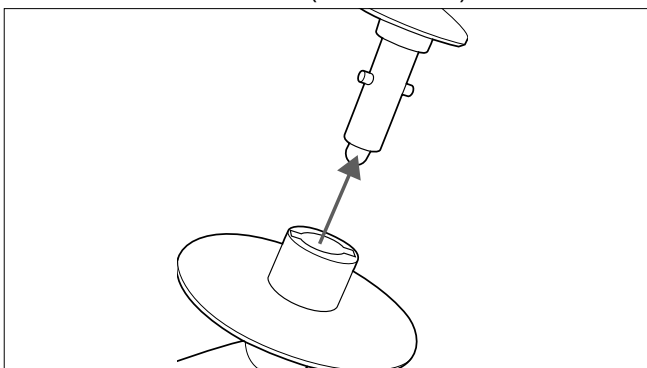

Abb. 6 – Rührwerkzeug auf die Aufnahme schieben
- ▶ Setzen Sie das Rührwerkzeug von unten in die Aufnahme im Schwenkarm (siehe Abb. 6).